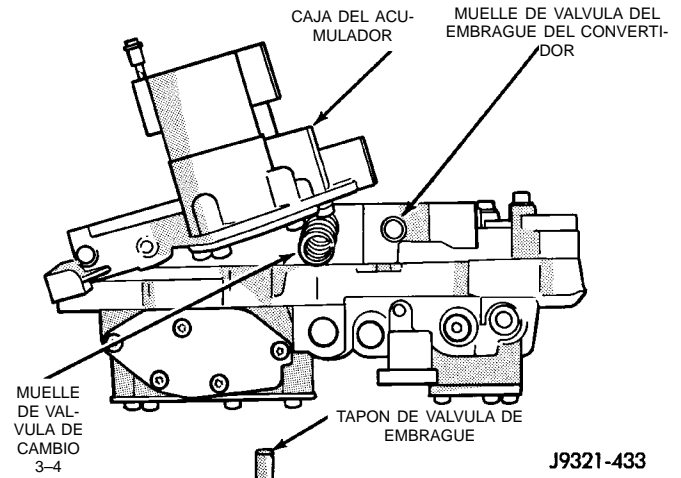

Fig. 63 Muelles de válvula de cambio 3-4 y embrague del convertidor y tapón
(25) Haga girar cuidadosamente la caja del acumulador de 3-4 hacia arriba y retire el muelle de la válvula de cambio 3-4, el tapón de la válvula del embrague del convertidor y el muelle (Fig. 63).